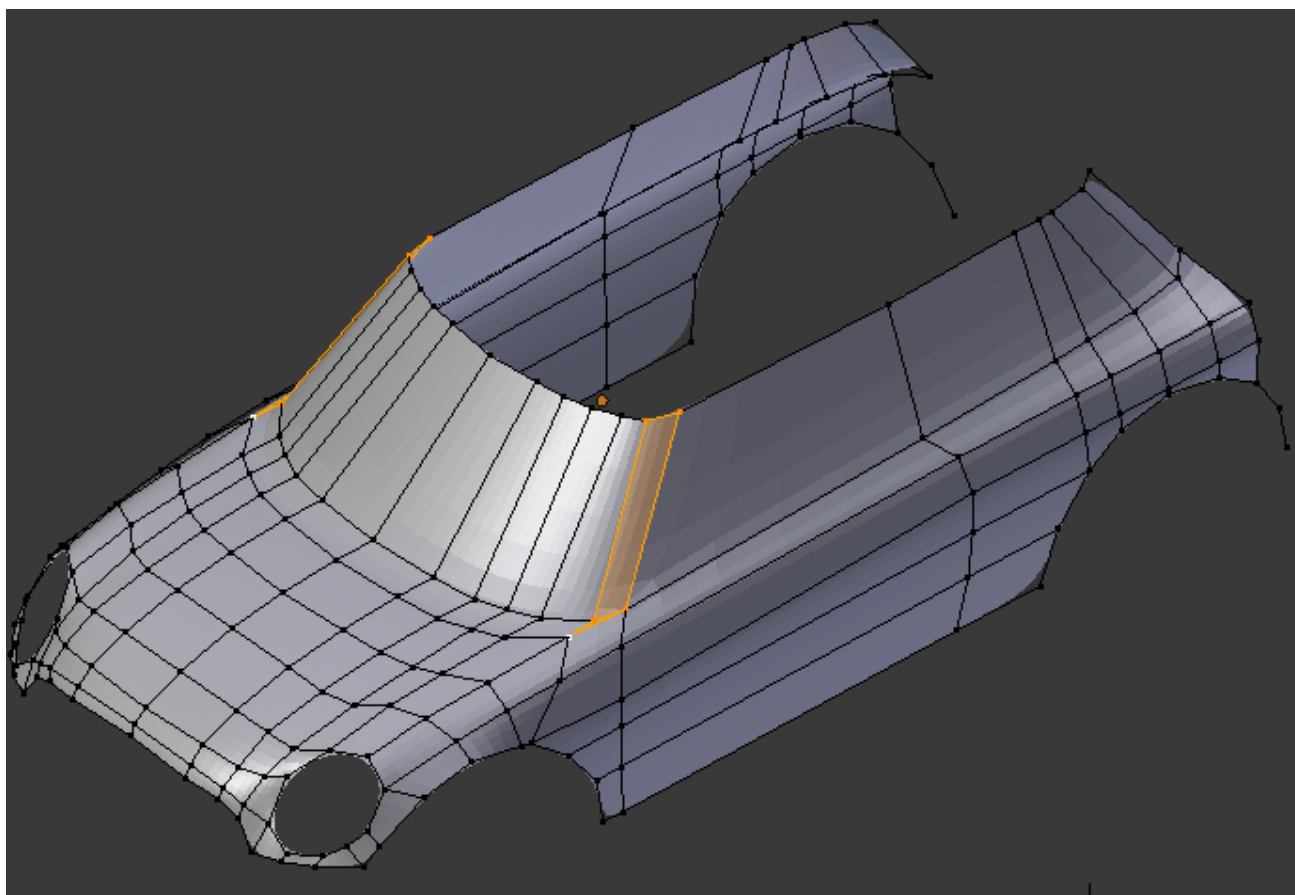

Figura 4.60
16. Seleccione os vértices de ligação entre o vidro lateral e frontal e crie faces entre eles, figura 4.60.